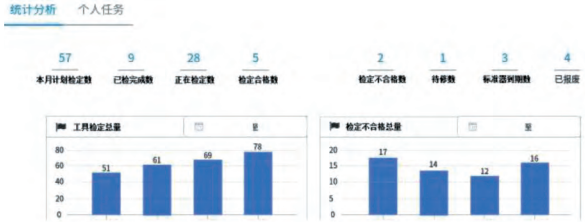

图 5 定扭工具标定分析
③采用台账式数据管理，在系统内输入定扭工具名称、工具编号、工具型号、供应商、所属部门、车间、工段、使用工位、紧固部位、标定扭矩标准值、标定周期及检测人等，实际标定值、本次标定时间和下次标定时间等信息在标定校准时实时上传及匹配，形成标定数据台账式管理。
④标定数据全部实现自动采集，系统记录标定数据，定义默认访问界面的内容，如校验日期默认为标定日期当日，防止出错。
⑤拧紧工具标定时，数据不合格就实时报警，系统根据工具标定值的精度范围，自动将上传数据与系统标定数据进行对比，超出精度公差范围即判定为不合格；同时标定后管理界面显示“Ok”或“Nok”判定结果，对现场工具精度实现清晰管理。
⑥系统可以针对工具标定到期的日期，汇总未来时间内具体每天工具到期的数量，自动形成标定计划。对于到期未标定的工具信息进行报警，显示为红色。
⑦系统可根据标定校准结果，自动形成工具车间校准标定报告，该报告可根据业务单位需求调整显示内容。
⑧针对车间、工段，系统可自动计算规定时间段的标定数据合格率（即不合格标定值数量占总数量的百分数）。
⑨系统自动计算实际标定精度，判定工具精度等级是否合格，并对标定精度不合格的工具数据用红色进行警示。
⑩系统具有多方位检索功能，可根据车间、工具、标定日期及标定结果判定（合格、不合格）等进行检索查询（图 5），并能按要求导出相应的 Excel 表。